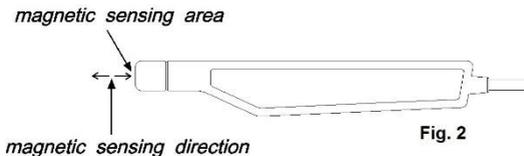

Fig. 2
3. Póngase en contacto con el material de comprobar y cierre el cabezal de la sonda (véase Fig. 2, pag. 5). La pantalla mostrará el valor del campo magnético junto con la unidad (mG,uT).